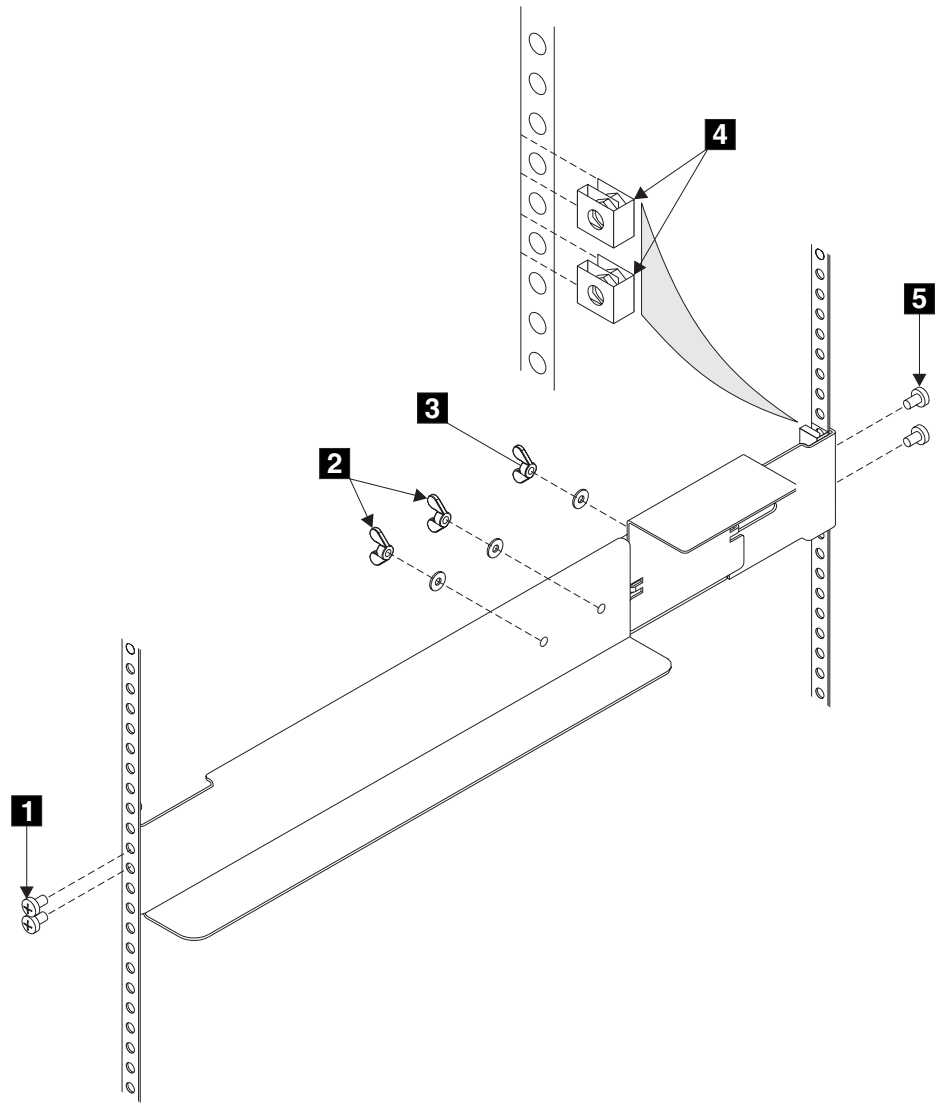

图 19. 将不间断电源的支持导轨安装到机架中
3. 在机架背面，观察电子工业协会（EIA）位置并确定在何处安装不间断电源（请参阅第 19 页的图 19）。不间断电源必须始终安装在机架中最低的可用位置上。唯一可以比不间断电源的位置低的设备是另一个不间断电源。